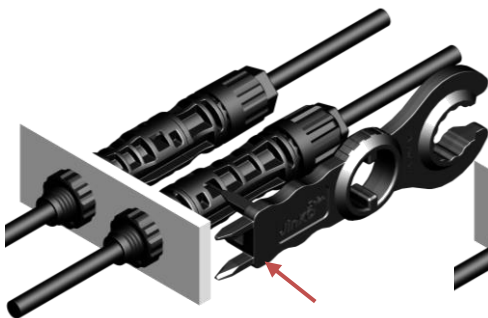

Figure 22
- ◇ 使用组装工具带有插销的一端插入连接器的卡扣位置（如图 22）
Insert the forks into the buckle of the connector by the assembly tool. (Fig. 22)